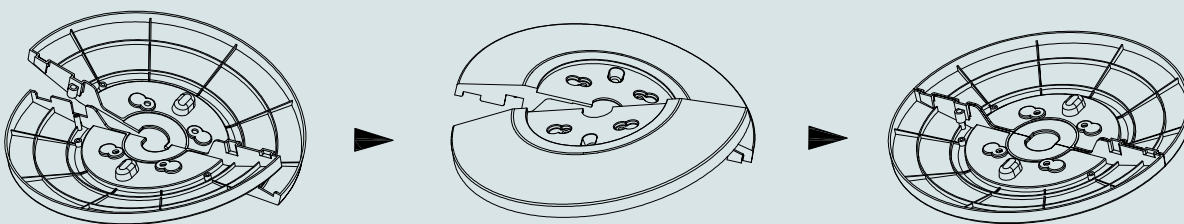

FIG. 1
- Neem de twee delen van de basis uit de verpakkingendoos. Lijn vervolgens de middelpunten van de twee delen van de basis uit en plaats ze gekruist. Draai een van de twee basisdelen om het gat uit te lijnen en goed vast te klemmen (Fig. 1).